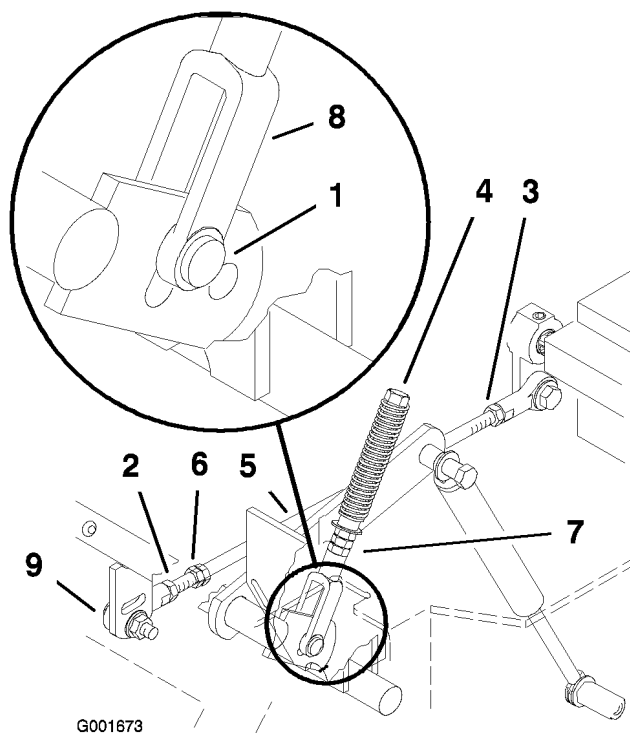

Figure 54
6. Tirez-le ensuite en arrière jusqu'à ce que l'axe de chape (situé sur le bras au-dessous de l'axe de pivot) touche l'extrémité de la fente (c.-à-d. commence juste à appuyer sur le ressort) (Figure 54).
8. Si un réglage s'impose, desserrez l'écrou et l'écrou de blocage vissés contre la chape (Figure 54).
10. Serrez l'écrou et l'écrou de blocage (Figure 54).